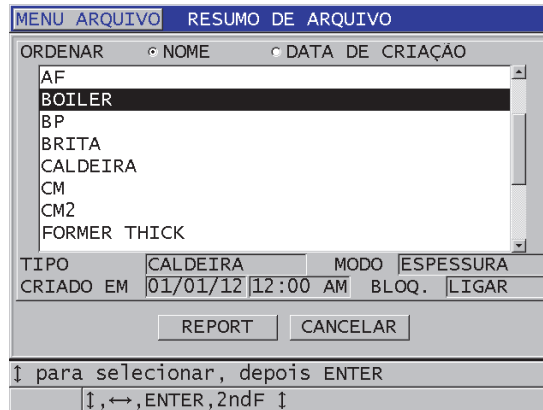

Figura 11-30 Tela de relatório do RESUMO DE ARQUIVO
4. Na tela **RESUMO DE ARQUIVO** (veja Figura 11-30 na página 221):